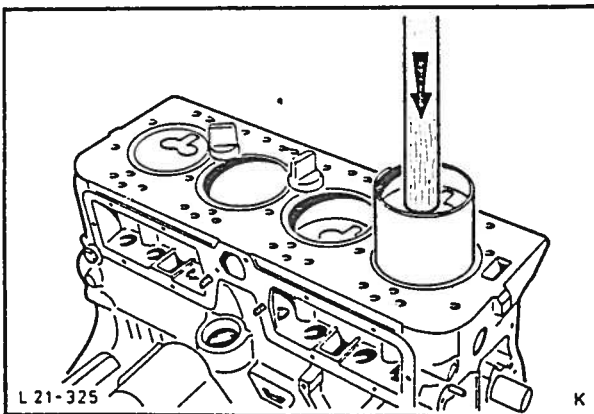

Fig. 64 Montering av stemplér med stempelringklemme.
36. Monter stempler og veivstenger i riktig rekkefølge i motorblokken. Press stemplene inn i sylindrerne med et hammerhåndtak og før veivstengene for hånd inn på veivlagertappene, fig. 64.